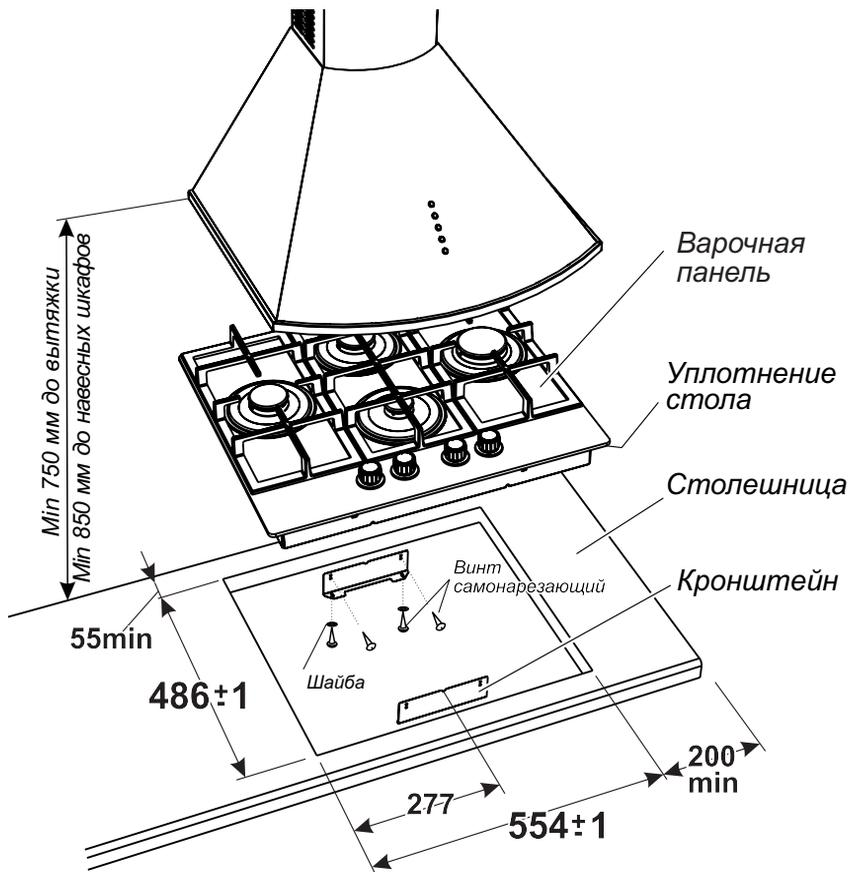

Рис. 3
1. Точно разметить на столешнице контур проема под панель варочную в соответствии с рис. 3.